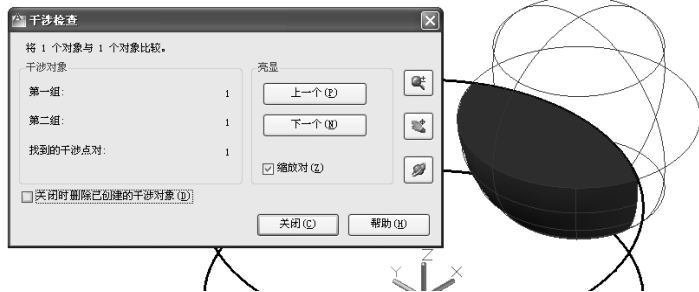

图 9-122 干涉检查
(3) 此时，系统弹出“干涉检查”对话框，以及在实体相交处创建和亮显临时实体，取消选中“关闭时删除已创建的干涉对象”复选框，如图 9-122 所示。